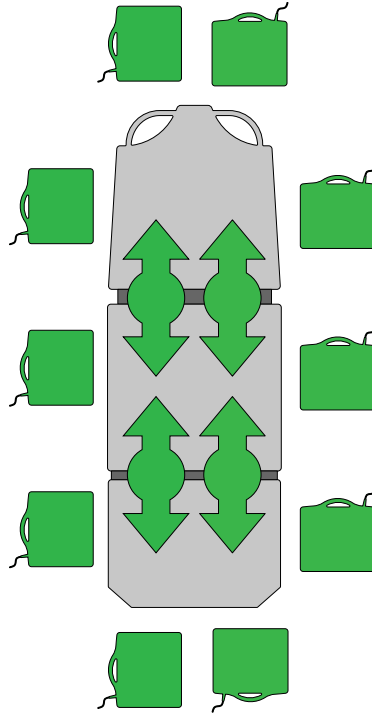

Abbildung 30 – Einlegen oder Herausnehmen von Röntgenkassetten – Option Prime X
1. Den Patienten mithilfe der Positionsanzeigaufkleber an allen Seiten des Produkts (siehe Abbildung 30) mittig auf dem Produkt positionieren.